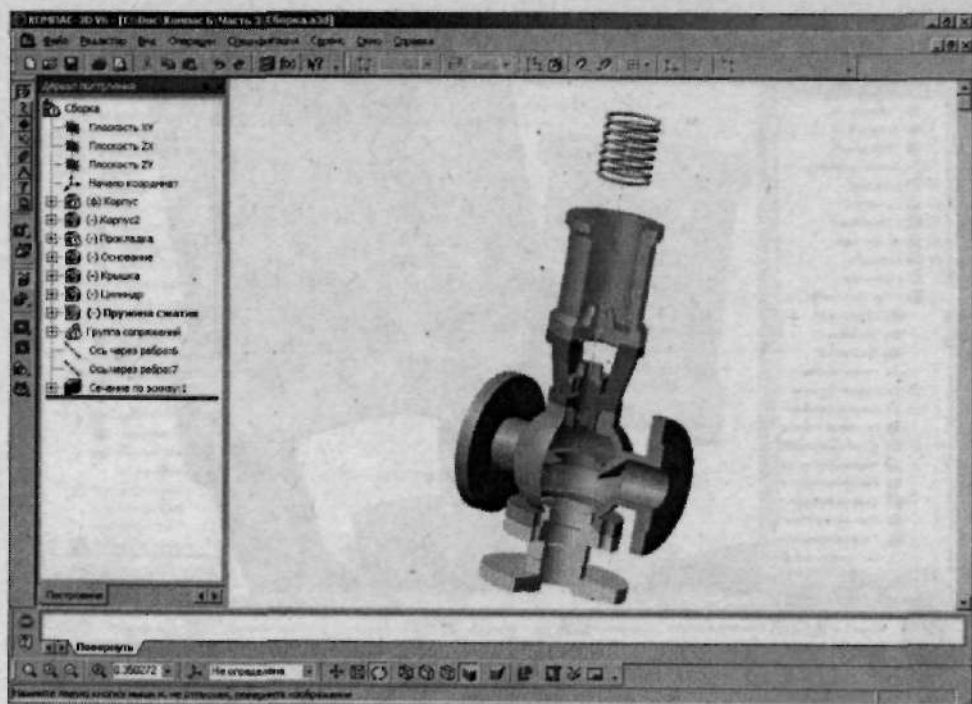

Рис. 3.47. Пружина соосна с Цилиндром
22. Ну а дальше не нам вас учить, что делать! Приведите к соосности **Пружину** и **Цилиндр** (рис. 3.47).